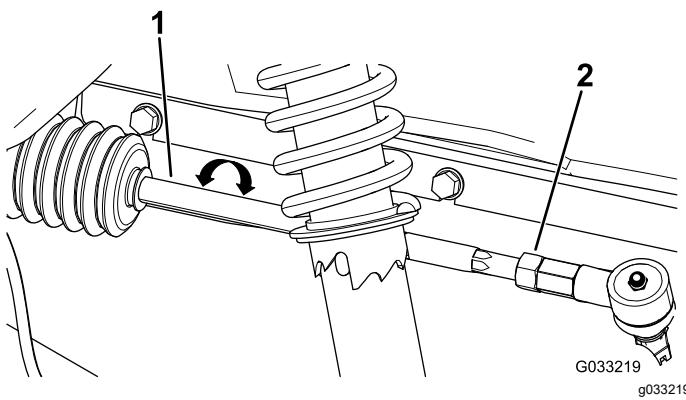

Figura 41
3. Si la distancia no es de 0 a 6 mm (0 a 1/4"), afloje las contratuercas en el extremo exterior de las bielas (Figura 41).